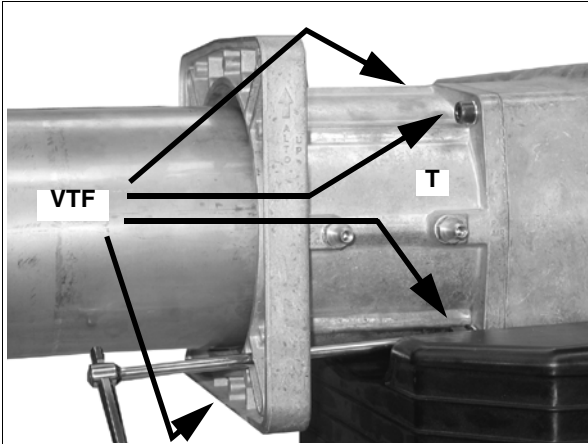

Fig. 6
- 2 Desmontar el botín embridado T extrayendo los 4 tornillos de cabeza hexagonal VTF (Fig. 6).